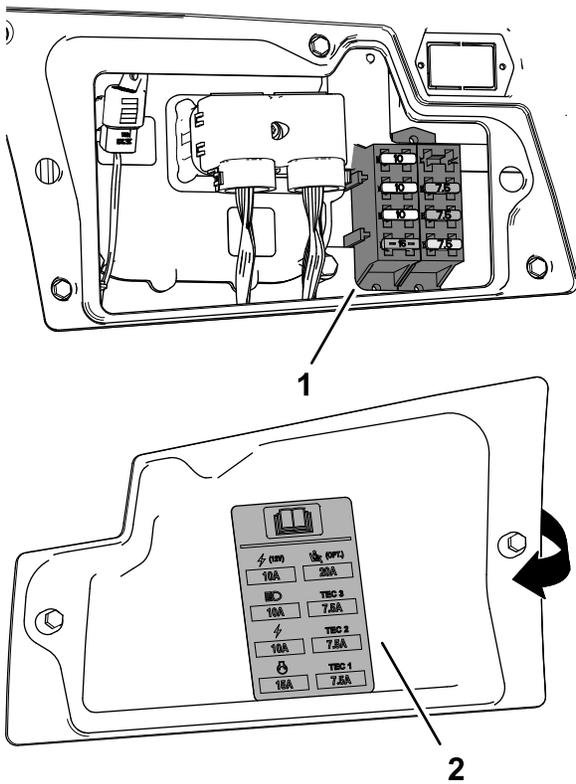

Figura 130
3. Cambie el fusible fundido (Figura 130) por otro del mismo tipo y amperaje.